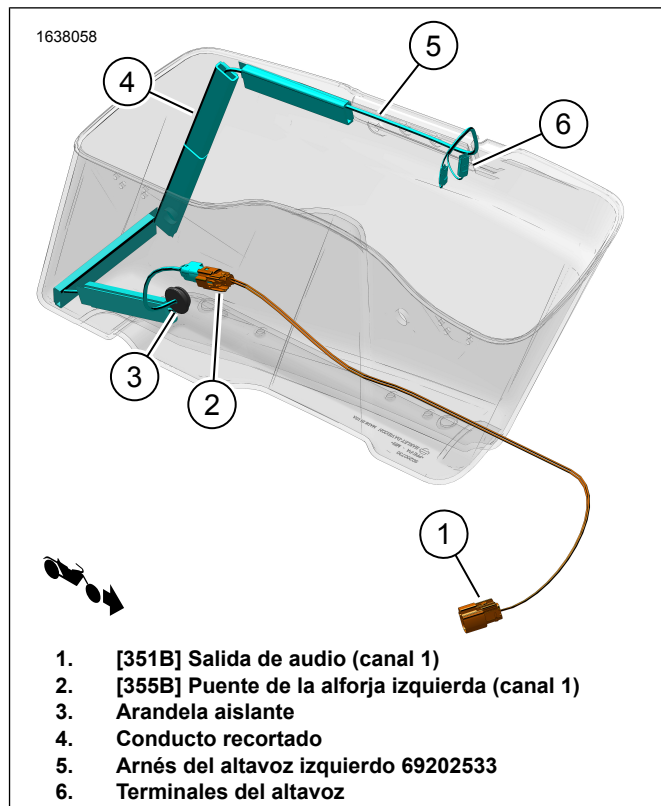
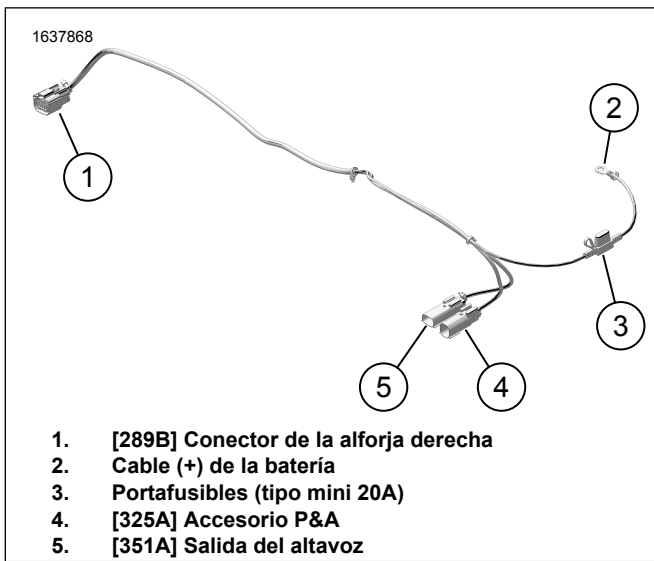
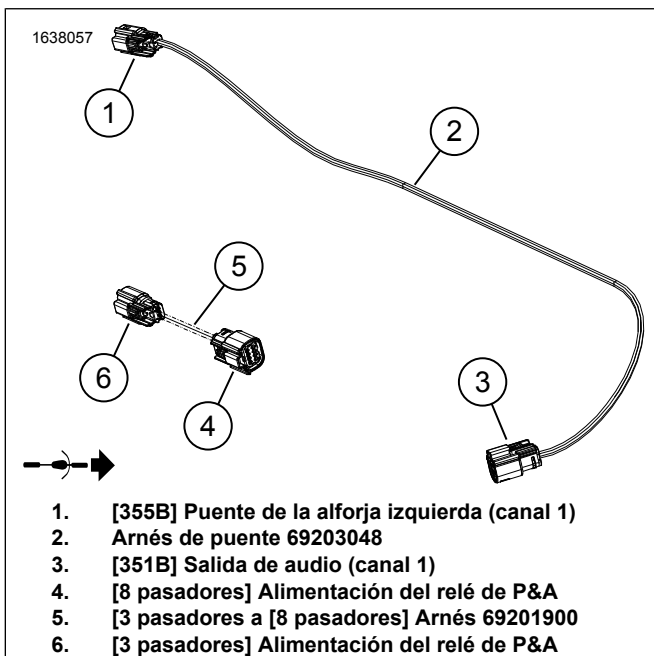

Figura 4. Enrutamientos del arnés de la alforja izquierda
Figura 15. Arnés externo 69202870
Figura 16. Arneses de puente
12. Figura 4 Instale el arnés del altavoz izquierdo.
- b. Figura 4 Enrute el arnés de cables (5) como se muestra.
1. Figura 15 Conecte el cable (+) de la batería (2) al terminal de la batería (+). Vea el manual de servicio.
- a. Figura 15 Enrute [325A] (4) al lado izquierdo del bastidor del vehículo.
- b. Figura 16 Conecte [3 pasadores] (6) del arnés de puente (5) a [325A] (4) del arnés externo 69202870. Figura 15
- a. Enrute [325A] (4) a lo largo del lado derecho del bastidor del vehículo.
- b. Figura 15 Conecte [325A] al conector de P&A del vehículo [325B]. Se encuentra debajo de la zona de la cubierta lateral derecha.
4. Figura 15 Enrute la sección [289B] (1) de arnés externo a lo largo del bastidor y el soporte del puntal del guardabarros. Utilice las correas de los cables para instalar el arnés en los puntos de anclaje. No apriete excesivamente la correa de cables.
8. Figura 16 Enrute e instale el arnés de puente 69203048 (2).
- a. Figura 16 Conecte [355B] (1) del arnés de puente (2) al arnés de los altavoces de la alforja izquierda (5). Figura 4
- c. Figura 16 Enrute [351B] (3) en el arnés de puente 69203048 (2) hacia [351A] (5) en el arnés externo 69202870. Figura 15
10. Figura 1 Instale un fusible de 20 amperios (18) en el portafusibles del arnés externo (3). Figura 15
- a. Conecte [360LA] a la izquierda (L).
- b. Conecte [360RA] a la derecha (R).
4. Figura 15 Conecte a [351A] (5).